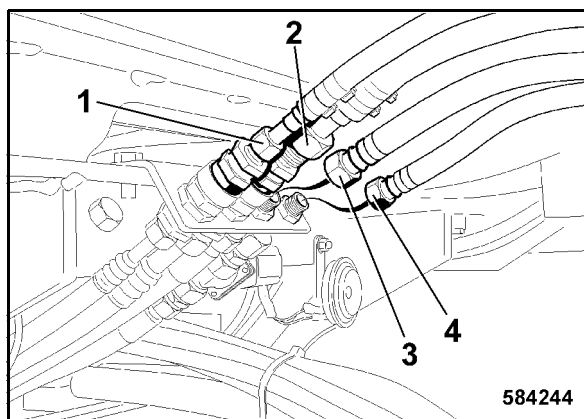

Fig. 189
- Establecer el empalme para el tubo de alimentación 1 (Fig. 189) y de retorno (2) para el sis-